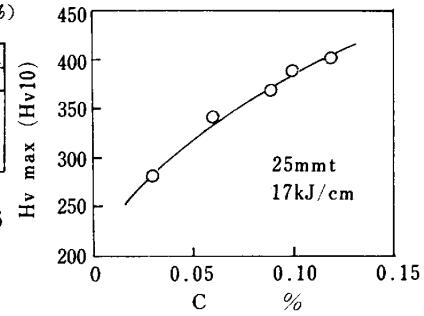

Fig.1 Effect of C Content on Maximum Hardness of HAZ
1)低C化による溶接熱影響部最高硬さの低減効果は大きく、低C化によってy割れ防止予熱温度の大幅な低減が可能であることが示唆される(Fig.1参照)。